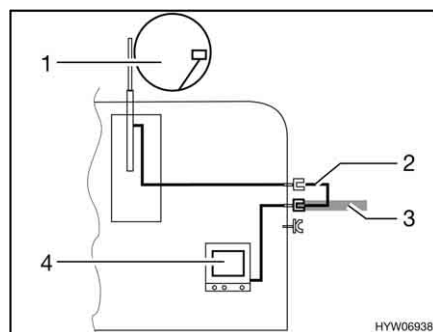

Bild 108 TV im Fahrzeug
- TV im Fahrzeug (Bild 108,4): Anschluss an Dachantenne (Bild 108,1) mit Verbindungskabel (Bild 108,2)
- TV im Fahrzeug (Bild 108,4): Anschluss an externe Antenne (Bild 108,3)